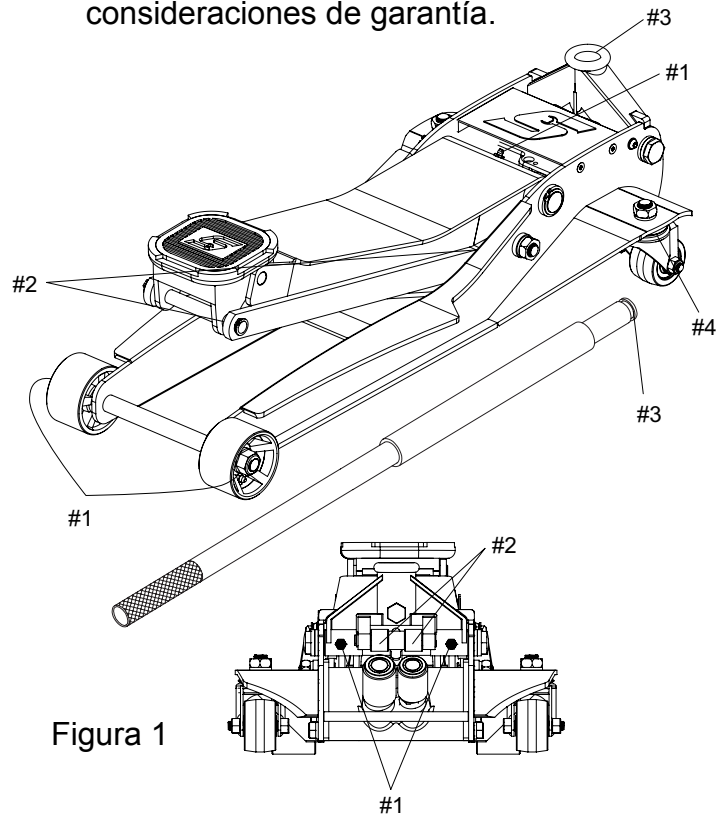

Figura 1
1. El gato debe lubricarse con una grasa a base de litio (solamente) con el fin de prevenir el desgaste prematuro de las partes, así como garantizar una operación suave. Una grasa de uso general y a base de litio debe usarse en las graseras provistas en ambas ruedas de anteras FJ200-4, el ensamble del brazo de levantamiento y dos en el ensamble de la abrazadera del mango FG200-11. Las áreas adicionales de lubricación se encuentran en la figura 1. Las partes desgastadas ocasionadas por el uso de una grasa inadecuada, una lubricación inadecuada o faltante no son elegibles para las consideraciones de garantía.